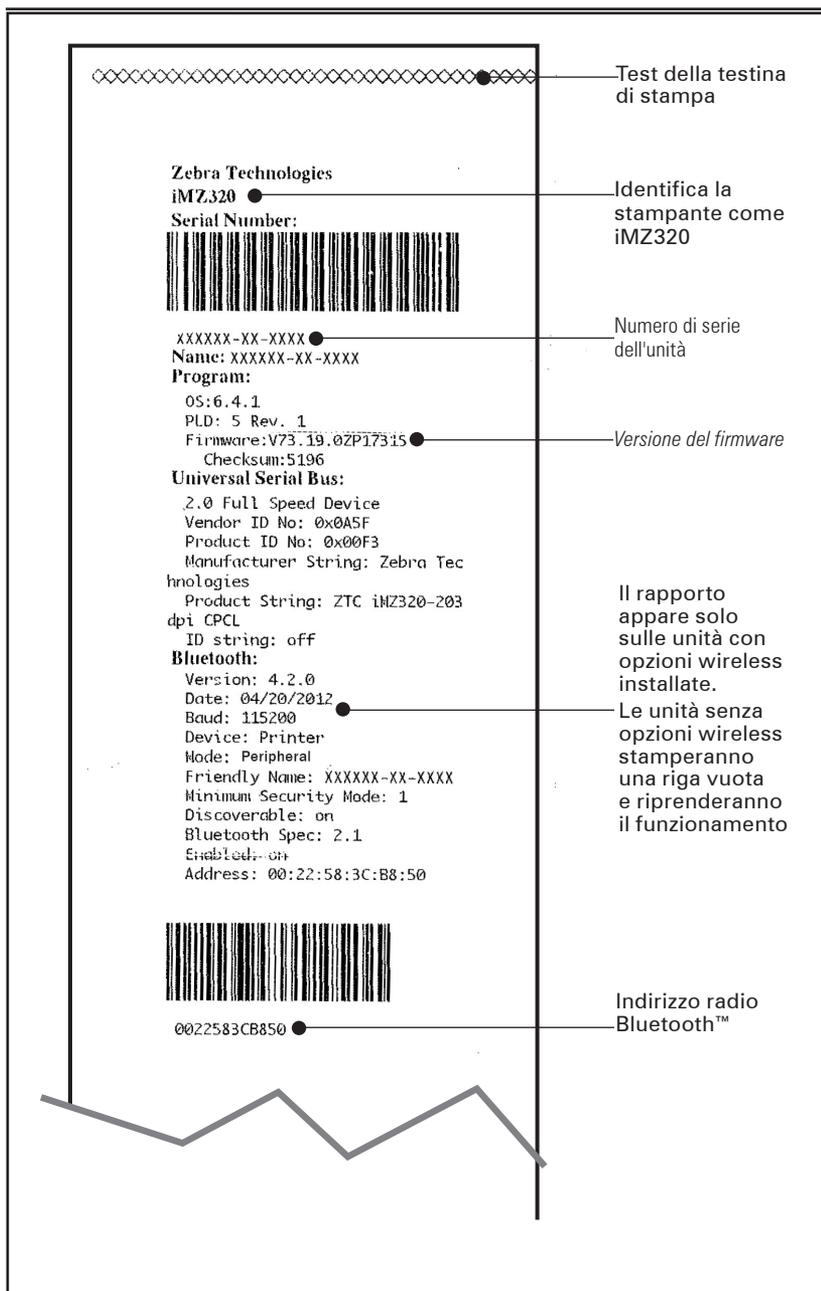

Figura 18: esempio di etichetta con configurazione (è illustrato il modello iMZ320)
- Il numero di serie dell'unità (che si trova sulla grande targhetta sul retro della stampante e anche nella stampa dell'etichetta con la configurazione. Vedere la figura 18.)